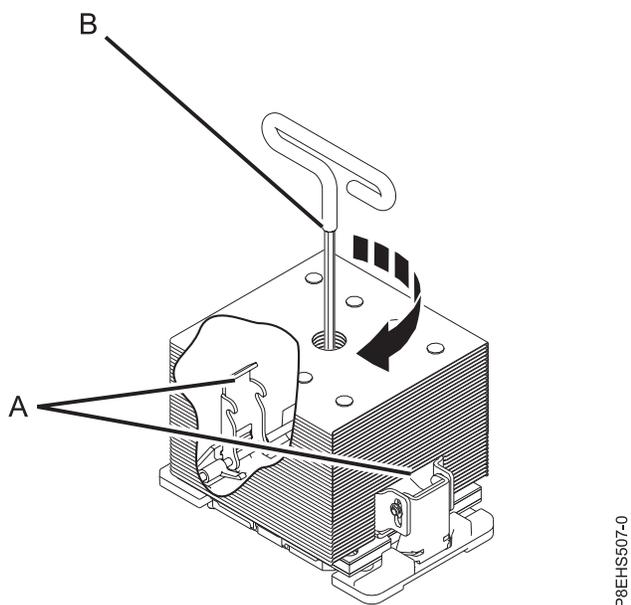

Figura 111. Cómo apretar el tornillo de carga del centro en el dissipador térmico
- a. Asegúrese de que los brazos de carga del disipador térmico estén encajados, como se muestra en **(A)** en la Figura 111 en la página 108.
- b. Apriete el tornillo de carga del centro en el sentido de las agujas del reloj utilizando la llave hexagonal proporcionada como se muestra en **(B)** en la Figura 111 en la página 108 hasta llegar al tope. Si el disipador térmico se mueve considerablemente, es porque los brazos de carga no están bien encajados. Desatornille el tornillo de carga del centro y repita de nuevo este paso.